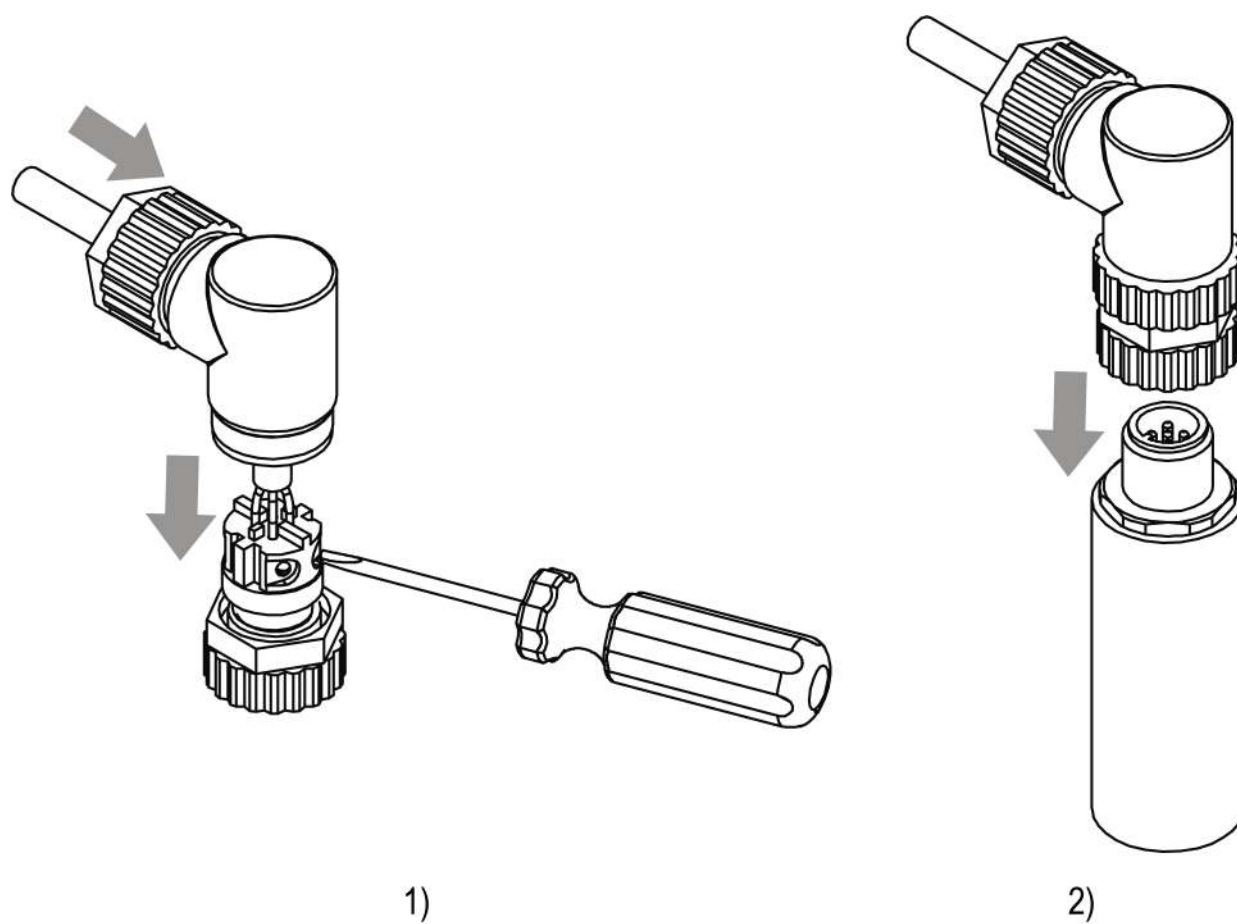

Рисунок 5.2 – Монтаж проводов
1. Открутить нижнюю часть коммутационного разъема (см. рисунок 5.2, 1);
Во время проверки подключения соединительных проводов следует убедиться, что затянута нижняя и верхняя гайка (см. рисунок 5.2).